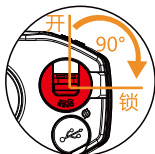

图4
- 3、电池装配完成后，如图4所示位置下压电池盖，顺时针旋转90°；然后将旋转手柄按下如图5示